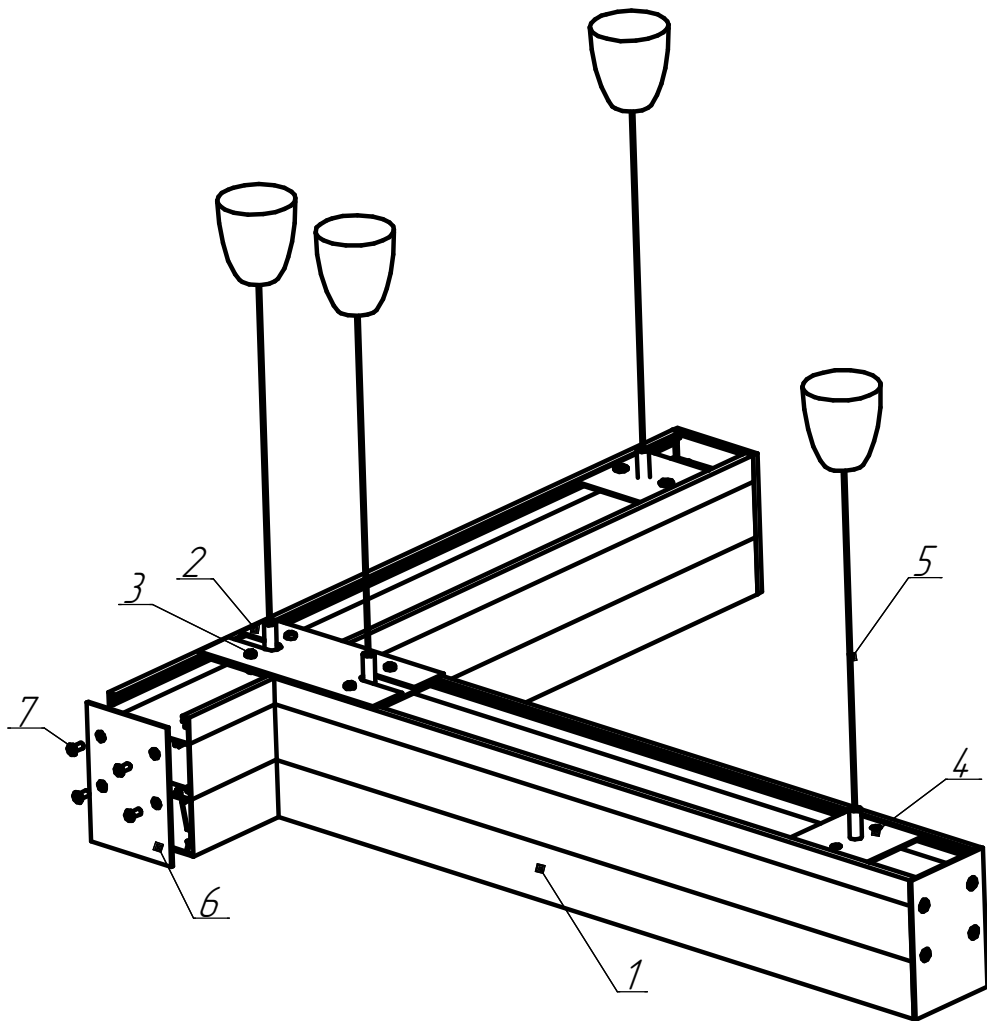

Рисунок 6 - Схема Т-образного соединения светильников
5.7. Т-образное соединение светильников (см. рисунок 6, 6а) :
5.7.1. Для Т-образного соединения светильников необходимо снять торцевую крышку в месте соединения светильников. Затем при помощи пластины соединительной ДПО02 поз.2, винтов поз.3 и пластины подвеса (рисунок 6) соединить светильники. Для ДПО02 Up/Down при помощи пластины соединительной торцевой ДПО02 Up/Down (рисунок 6а).
Рисунок 6а - Схема Т-образного соединения светильников ДПО02 Up/Down